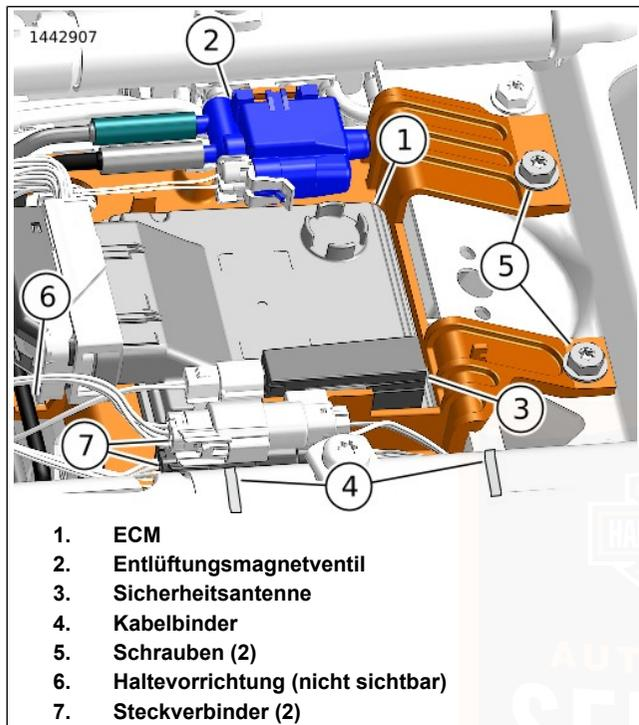
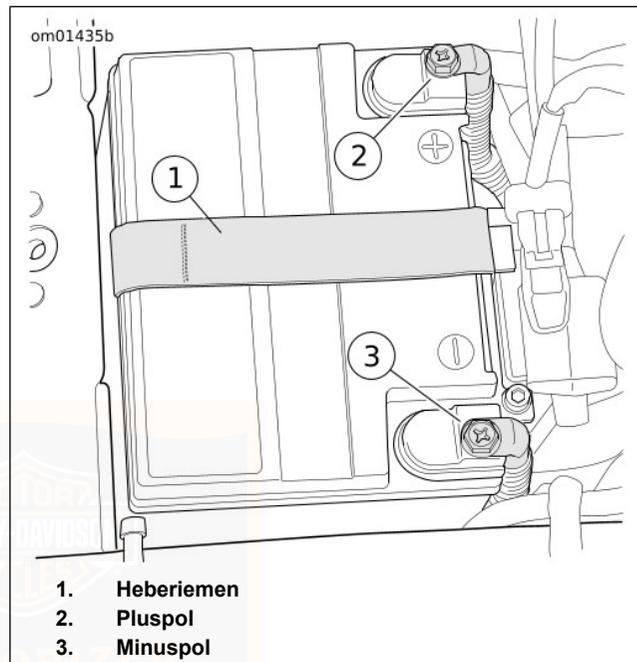

Abbildung 84. Obere Elektriktafel
Abbildung 85. Batteriefach
2. Siehe Abbildung 84. ECM (1) von der oberen Elektriztafel lösen. Beiseiteschieben.
3. Sofern vorhanden, das Entlüftungsmagnetventil (2) nach oben verschieben, um es von der oberen Elektriztafel zu lösen.
4. **Modelle mit Sicherheitssystem:** Die Sicherheitsantenne (3) von der oberen Elektriztafel lösen und aus dem Weg schieben.
5. Steckverbinder (7) von den Fixierungen auf der oberen Elektriztafel lösen.
6. Befestigungsteile (5) entfernen.
7. Kabelbinder durchschneiden (4). Die Kabelbäume verschieben, um mehr Freiraum für die obere Elektriztafel zu erhalten.
10. Siehe Abbildung 85. Beide Batteriekabel, das Batterieminuskabel zuerst, abklemmen.
3. Siehe Abbildung 85. Die Batterie mit der Kontaktseite nach vorne in die Batteriegrundplatte einsetzen.
7. Siehe Abbildung 84. Die obere Elektriztafel in die Einbaustellung bringen und die Verriegelung in die Niederhaltevorrichtung eingreifen lassen.
8. Die obere Elektriztafel mit Befestigungsteilen (5) am Rahmenquerträger befestigen. Festziehen.